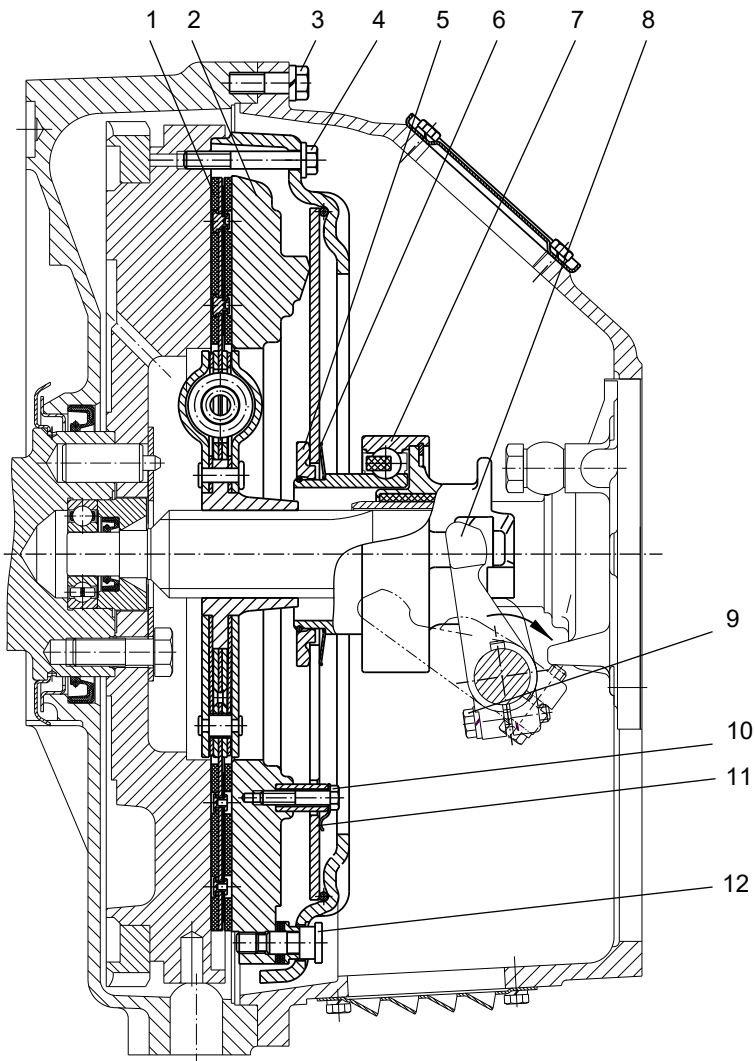
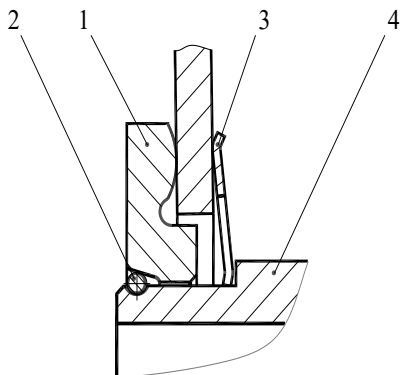

Рис. 151. Сцепление:
Рис.153. Установка муфты
Диафрагменное сцепление (рис. 151) состоит из ведущих и ведомых частей, а также механизма выключения.
Механизм выключения сцепления состоит из муфты с подшипником 7 (см. рис. 151) и вилки 8 с валом, на шлицевой конец которого устанавливается рычаг. Муфта выключения сцепления соединяется с диафрагменной пружиной с помощью запорного устройства (рис. 153). При работе муфта центрируется по направляющей крышки заднего подшипника первичного вала коробки передач и удерживается от поворота боковыми поверхностями вилки. Выключение сцепления осуществляется поворотом вала по часовой стрелке (см. рис. 151).
1. Установить муфту на нажимной комплект (корзину) в соответствии с рис. 153.